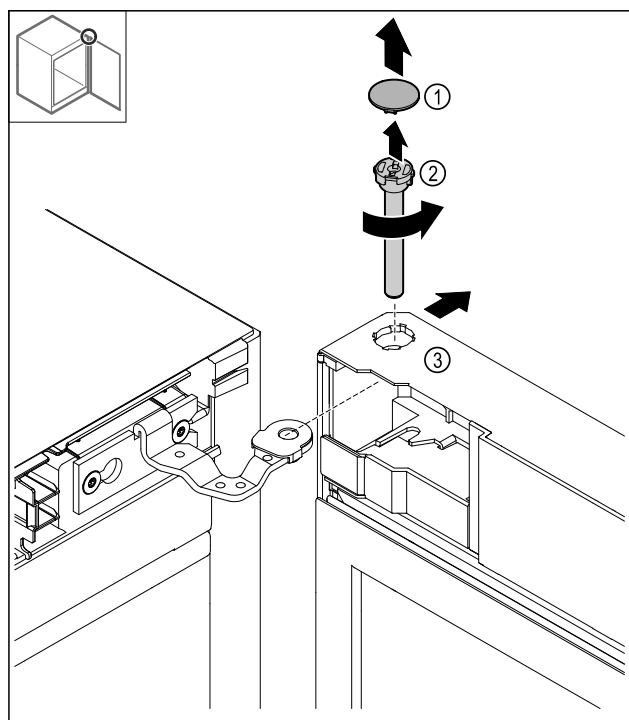

Fig. 20
► 取下盖板 Fig. 20 (1)。
► 逆时针旋转螺柱 Fig. 20 (2)并拔出。
► 稍稍倾斜冰箱门 Fig. 20 (3)。